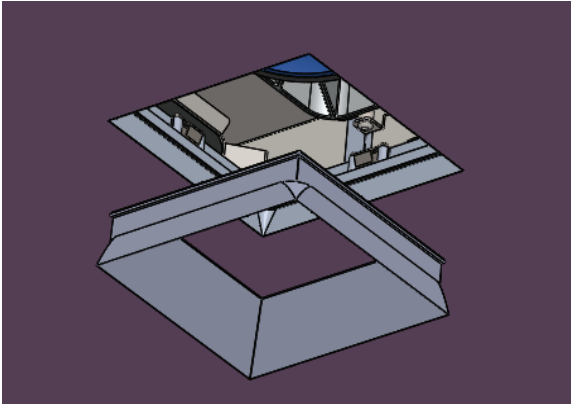

Fig. 16
- a. Presione la moldura sin bridas hacia el retén de la moldura (consulte la Fig. 16).